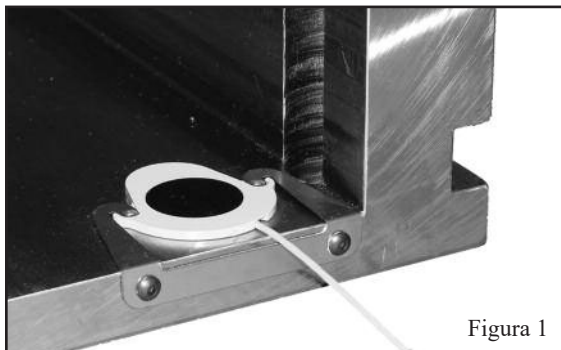

Figura 1
- Ao usar o Grampo de Fixação, deslize o Thinswitch por baixo do grampo, conforme mostrado na Figura 1. A chave deve encaixar com firmeza no lugar.